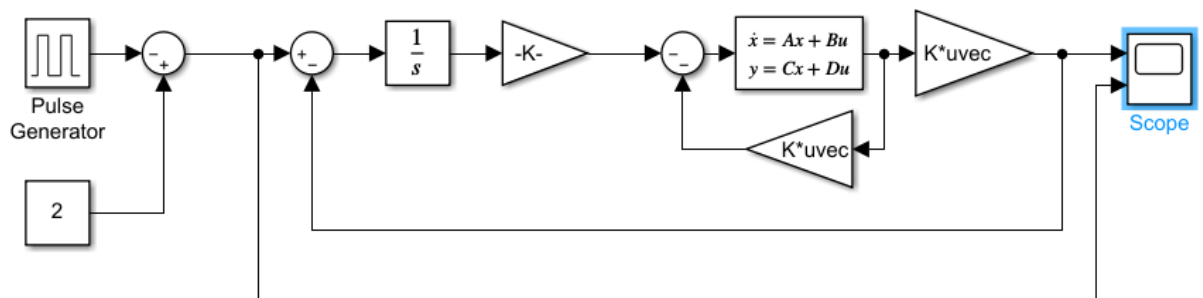
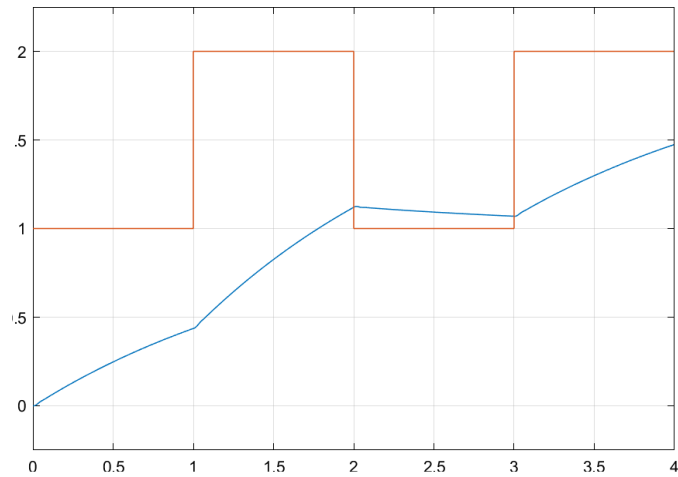
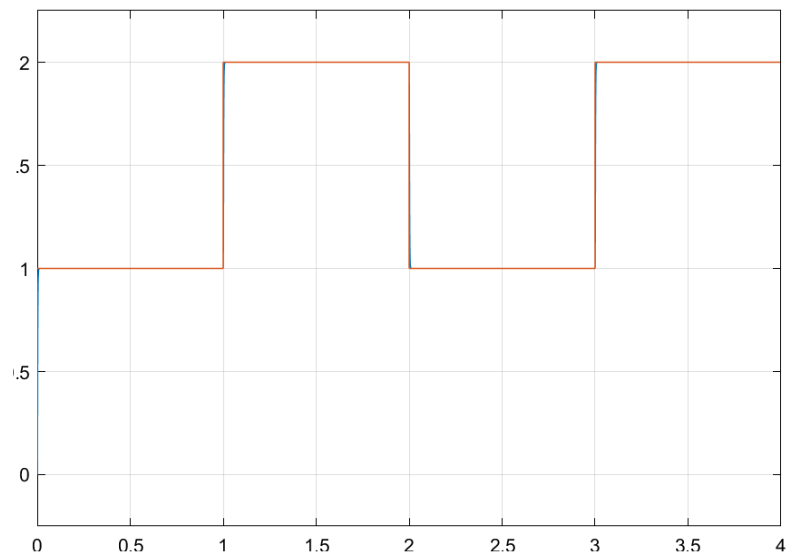

Figura 1. Diagrama de simulink
Figura 2. Resultados utilizando LQI
Figura 4. Salida perfecta
1. En Simulink, construyan el sistema ilustrado en la Figura 1 usando bloques (usen un bloque de espacio de estados para la planta, como lo ha hecho en prácticas anteriores). En esta parte no usarán observador, por lo que el vector  $x$  con las variables de estado deberá sacarse directamente del bloque de la planta. Incluyan en el reporte una captura de imagen del diagrama de Simulink.
1. En Simulink, construyan el sistema ilustrado en la Figura 1 usando bloques, pero ahora deberán usar un bloque observador para obtener el vector  $x$  con las variables de estado (como en el laboratorio 7). Incluyan en el reporte una captura de imagen del diagrama.
El objetivo del laboratorio era usar el controlador LQI para monitorear las señales de referencia del laboratorio anterior y compararlas con los resultados anteriores. Se puede observar que en la Figura 2, la respuesta del controlador es muy lenta, por lo que su parte fija es la única que funciona en ese momento. Esto se debe a que las constantes LQI utilizadas son uniformes, por lo que la respuesta del sistema no cambia. Por el contrario, se aplicaron constantes bastante grandes y agresivas en las Figuras 3 y 4, lo que permitió que la respuesta del sistema fuera mejor que en la Figura 1. Especialmente la respuesta en la Figura 4, que no muestra prima y es idéntica a la del benchmark.